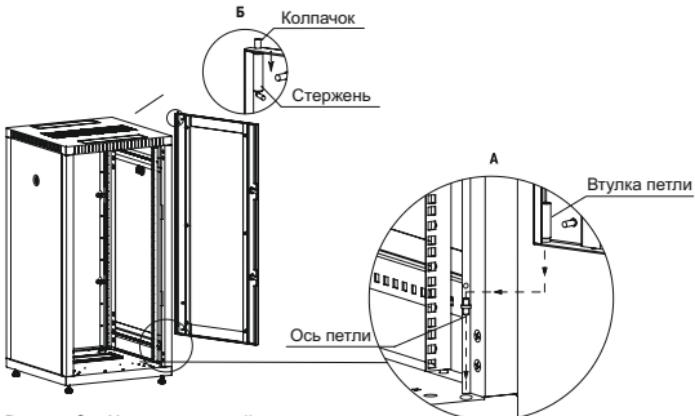

Рисунок 9 – Установка дверей
3.7.2 Вставьте ось в круглое технологическое отверстие в основании близ стойки, наденьте втулку петли на подпятник установленной оси (действие А). Оттяните стержень петли вниз (действие Б), защелкните колпачок петли в отверстие на крыше (рисунок 9). Закройте дверь на замок. При правильном монтаже дверь вращается плавно, запирается без особых усилий.